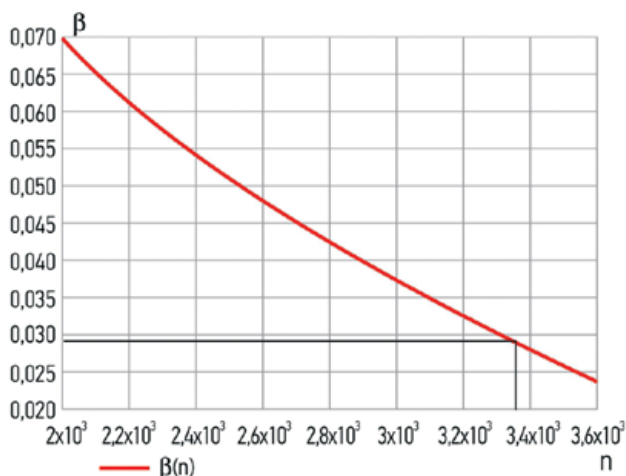

Рис. 5. Зависимость коэффициента мощности β от числа оборотов n
Сначала рассмотрим винтовые характеристики (рис. 1), а точнее, красный участок характеристики, соответствующий идеальному винту с шагом 0,55. Посмотрим, как будет работать винт на высоких оборотах, но на низкой скорости полета. Зададим взлетную скорость, например, 80 км/ч (22 м/с). Положим пока максимальные обороты 3600 об/мин. Им соответствует $\lambda=0,25$ и, по рис. 1, $\beta=0,029$. Во взлетном режиме мотор может не выходить на свои максимальные обороты. Поэтому его частоту нужно уточнить. Оценивая коэффициент мощности β по формуле (1), видим, что можем построить зависимость $\beta(n)$, используя данные одной только внешней характеристики двигателя. На рис. 5 представлен этот график, он построен в программе Mathcad. По нему определим, что значению $\beta=0,029$ соответствует частота 3360 об/мин, ей, согласно внешней характеристике, соответствует 63 л. с., а с учетом атмосферных условий – 60 л. с.